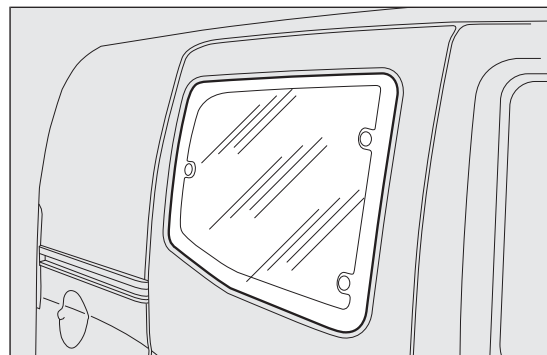
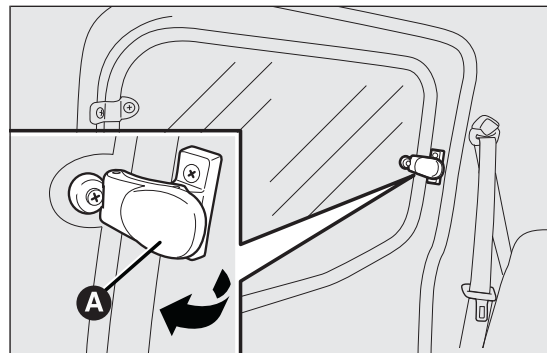

fig. 54
fig. 55
Para abrirlas, proceder de la siguiente manera fig. 54 fig. 55:
- ☐ mover la palanca A fig. 55 hacia fuera hasta lograr la apertura completa de la ventanilla.